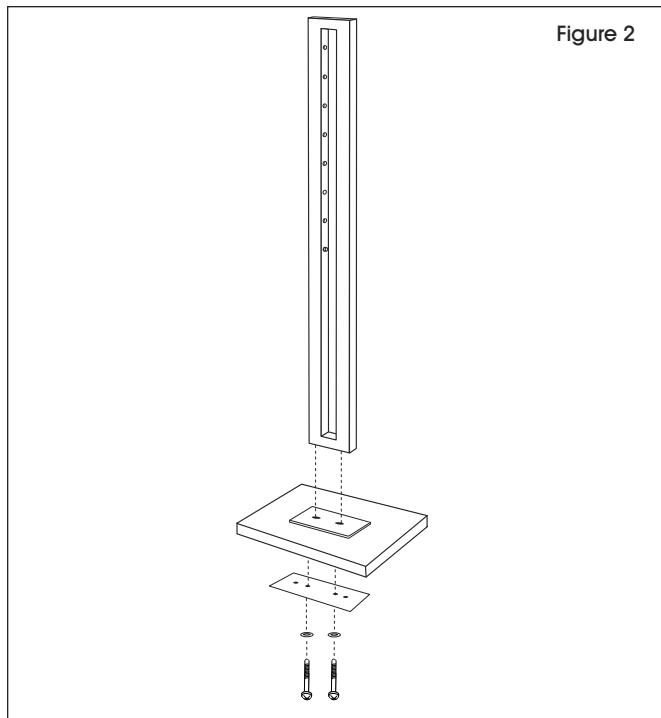

Figure 2
2. À partir du dessous, reliez l'entretoise en métal, la base en plastique, le couvercle de la base et la plaque signalétique au montant à l'aide des boulons et des rondelles de blocage fournis. (Voir Figure 2)